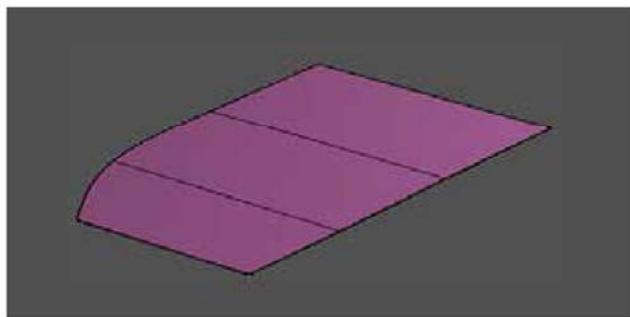

图 2-98
(8) 面：创建单个 T 样条面。选择平面开始定义顶点，或者从 T 样条实体中选择顶点，如图 2-98 所示。